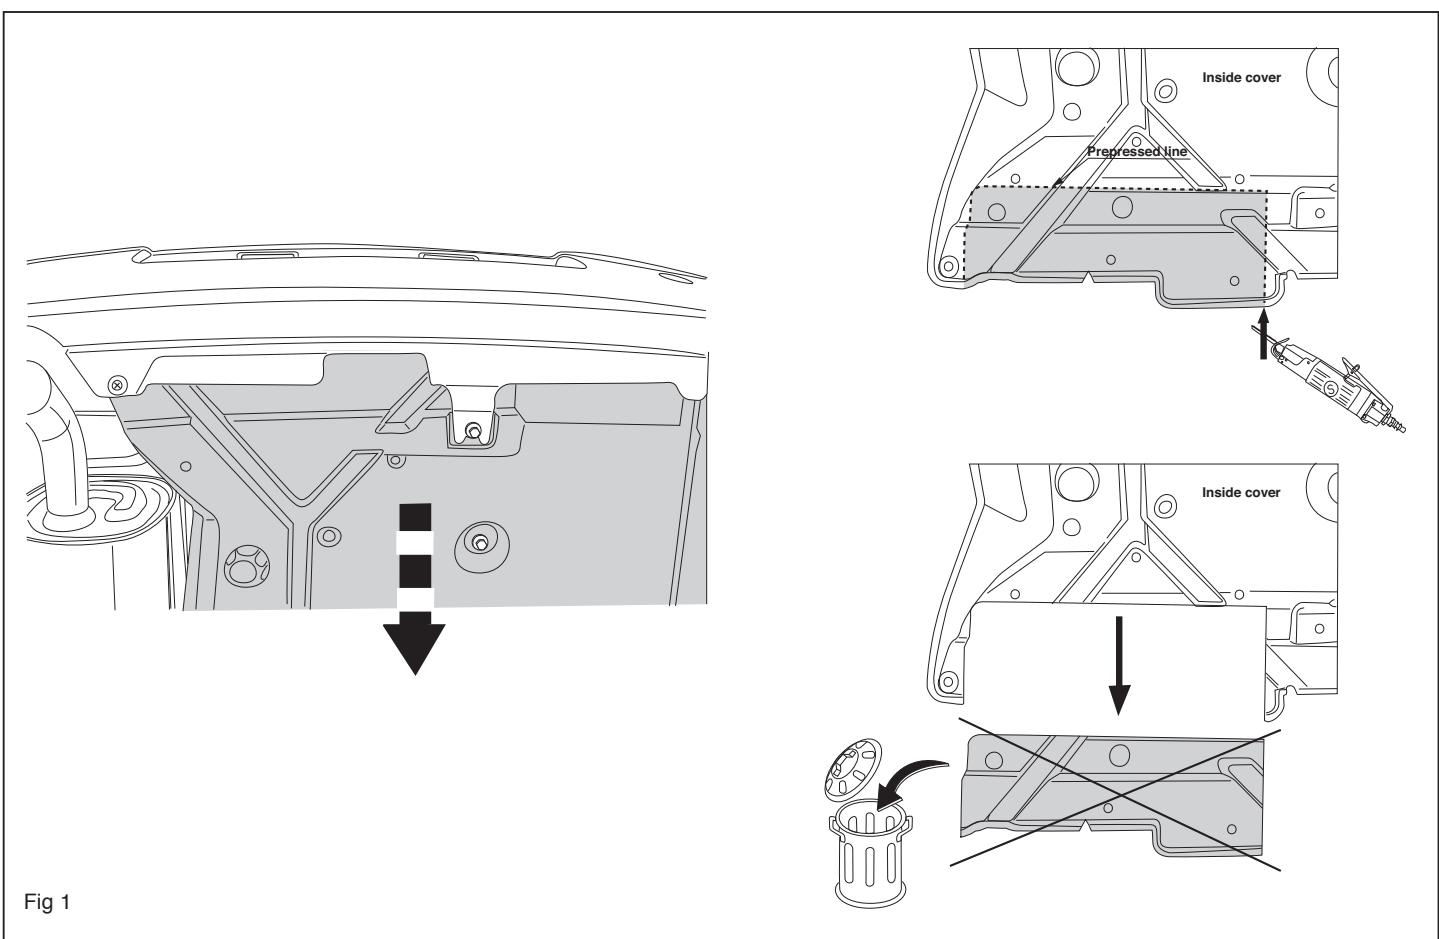

Fig 1
2. See figure 1. Saw a portion out of the bumper and the cover plate as shown in figure 1 and 2a / 2b. Unscrew the bolt of the bumper centre strip. Remove the 3 bolts M8 from the rear panel of the vehicle, at holes A. They will not be used again. Replace them with 3 bolts M8x50 and 3 plain washers M8, ø24. Tighten to the torque indicated in the table.
1. Démonter si présent les plaquettes de recouvrement situées sous le pare-chocs. Voir la figure 1. Scier une partie du pare-chocs et de la plaque de protection conformément à la figure 1 et 2a / 2b. De serrer la vis de la patte de fixation centrale du pare-chocs. Démonter les 3 vis M8 sur le panneau arrière du véhicule, aux trous A. Elles ne seront pas réutilisées. Les remplacer par 3 vis M8x50 avec 3 rondelles plates M8 ø24. Les serrer au couple préconisé dans le tableau.